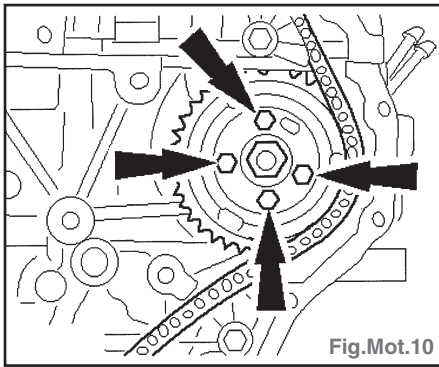

Fig.Mot.10
- Desserrer les vis de fixation de pignon de pompe d'injection (Fig.Mot.10).